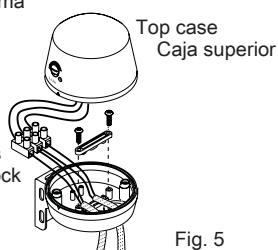

Fig. 5
- 2. Introduzca los cables a través de la caja inferior y conéctelos al bloque de terminales, tal como se indica en la fig. 4 y la fig. 5.
- Insert the cables through the bottom case and connect the cables with terminal block, refer to instruction in fig. 4 and fig. 5.